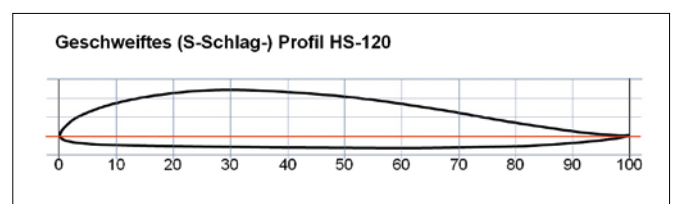

Bild 4: Das geschweifte Profil HS-120. Es verhält sich im Flug drehmomentneutral
- S-Schlag-, das heißt geschweifte Profile (**Bild 4**) entwickeln im Flug auch bei unterschiedlichen Anstellwinkeln kein Drehmoment, man spricht von Druckpunktfestigkeit. Diese Eigenschaft ist für Nurflügler von besonderer Bedeutung. Sie erreichen jedoch nicht die Auftriebswerte konventioneller Profile.